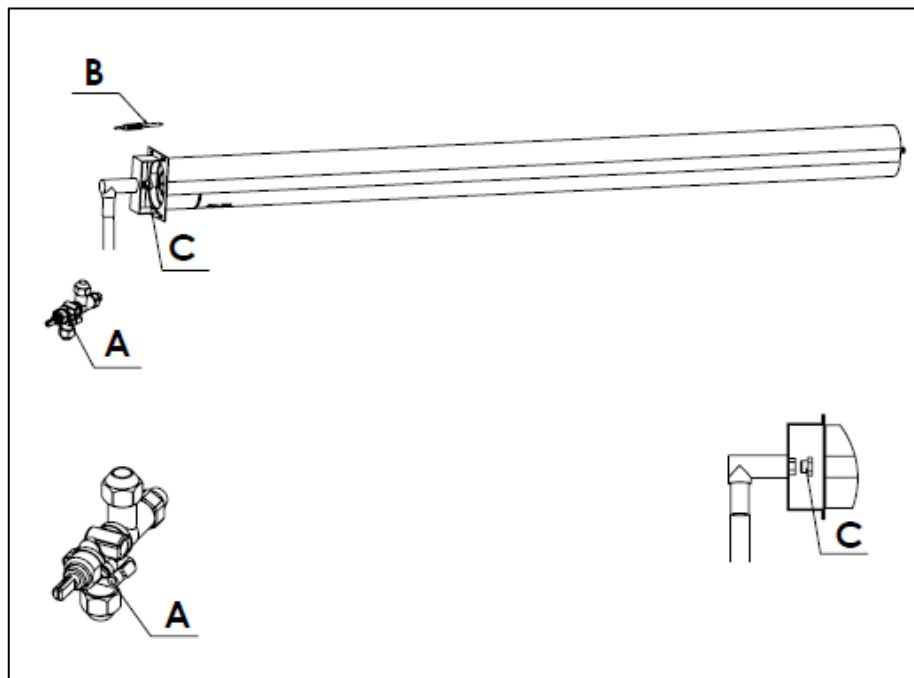

Figure 1
1. "C" Retirer l'injecteur et remplacer le selon les valeurs du tableau.(Figure 1)
2. Extinction involontaire de la flamme,"B" Si le thermocouple ne voit pas la flamme "A" La soupape de sécurité coupe l'arrivée de gaz.(Figure 1)